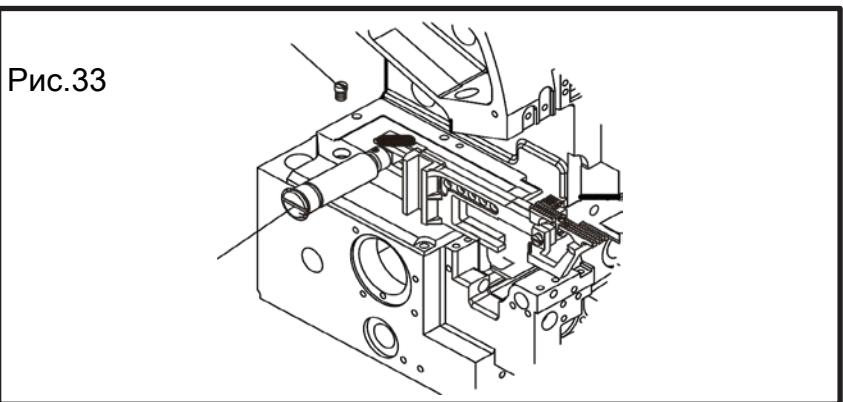

Рис.33
- (1) Во время работы зубчатая сторона рейки должна держаться параллельно поверхности игольной пластины.
- (2) Для регулировки ослабьте винт ⑤ и поверните регулировочный вал ⑥. Не затягивайте винт ⑤ до тех пор, пока зубчатая сторона рейки не встанет в горизонтальное положение. (Рис. 33)